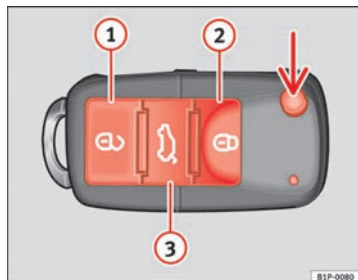

Abb. 63 Tastenbelegung Funkschlüssel
Mit der Taste $\Rightarrow$ Abb. 63 (Pfeil) der Fernbedienung wird der Schlüsselbart ausgeklappt.
Fahrzeug entriegeln $\Rightarrow$ Abb. 63 ①.
Fahrzeug verriegeln $\Rightarrow$ Abb. 63 ②.
Heckklappe entriegeln. Drücken Sie die Taste $\Rightarrow$ Abb. 63 ③, bis alle Blinkleuchten am Fahrzeug kurz aufleuchten. Nach Drücken der Entriegelungstaste $\Rightarrow$ Abb. 63 ③ können Sie die Heckklappe innerhalb von 2 Minuten öffnen. Nach Ablauf dieser Zeit wird die Heckklappe wieder verriegelt.
Zudem blinkt die Batterie-Kontrollleuchte des Schlüssels $\Rightarrow$ Abb. 63 auf.
Bei einmaligem Drücken der Taste $\Rightarrow$ Abb. 63 ①, wird nur die Fahrertür geöffnet. Alle anderen Türen bleiben verriegelt.
Bei zweimaligem Drücken der Taste  ⇒ Seite 103, Abb. 63  werden alle Türen entriegelt.
- Betätigen Sie die Taste  ⇒ Seite 103, Abb. 63 an der Funk-Fernbedienung.